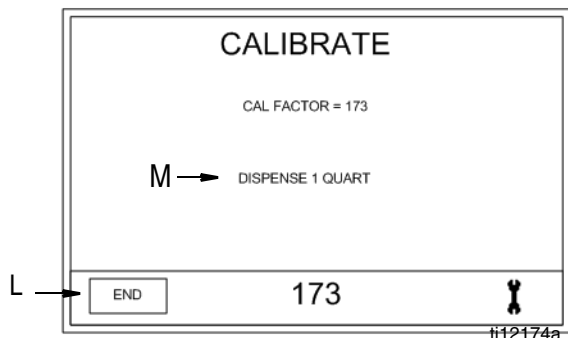

FIG. 14
Ecran d'étalonnage (FIG. 14)
1. Utilisez la FLECHE GAUCHE ou DROITE afin de déplacer le curseur vers le Champ du facteur d'étalonnage (K).
2. Utilisez la FLECHE HAUT ou BAS afin de régler manuellement le Facteur d'étalonnage pré-réglé vers le haut ou le bas (ceci ne peut être effectué que sur l'écran d'étalonnage 1 (FIG. 14)).
3. Appuyez sur le bouton ENTREE au milieu afin de confirmer la nouvelle sélection. La nouvelle valeur s'affiche dans le champ Facteur d'étalonnage (J).
M. Distribution : N'apparaît que sur l'Ecran 2 (FIG. 14). Affiche la quantité distribuée par l'opérateur lors du test d'étalonnage.
Étalonnage du compteur (Fig. 14)
Voir Fig. 14, page 14 pour les Ecrans d'étalonnage 1 et 2, référencés dans les instructions suivantes.